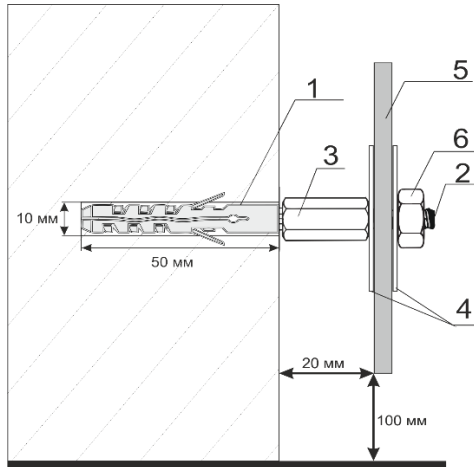

Рис. 2. Монтаж обогревателя
7.1.2 Установите комплектующие и обогреватель согласно Рис. 2.